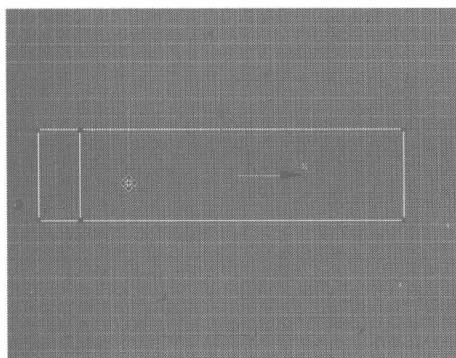
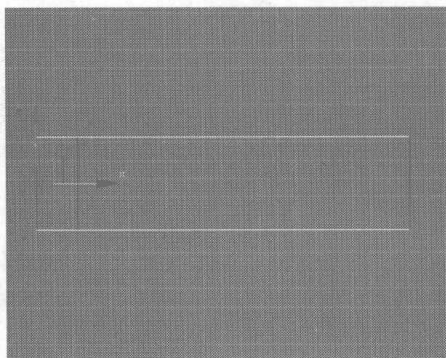
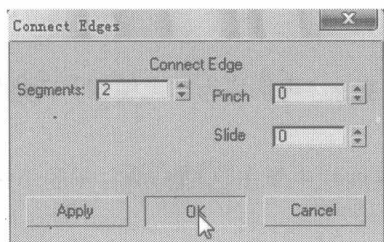

图 6.425
图 6.426
图 6.427
- 48 切换为节点编辑, 将如图 6.425 所示选择的节点沿 X 轴向左移动, 再切换为边线编辑, 选择如图 6.426 所示的边线, 在 Edit Edges 卷展栏中单击 **Connect** 右侧的小按钮, 在弹出的对话框中设置添加细分线的参数, 如图 6.427 所示。